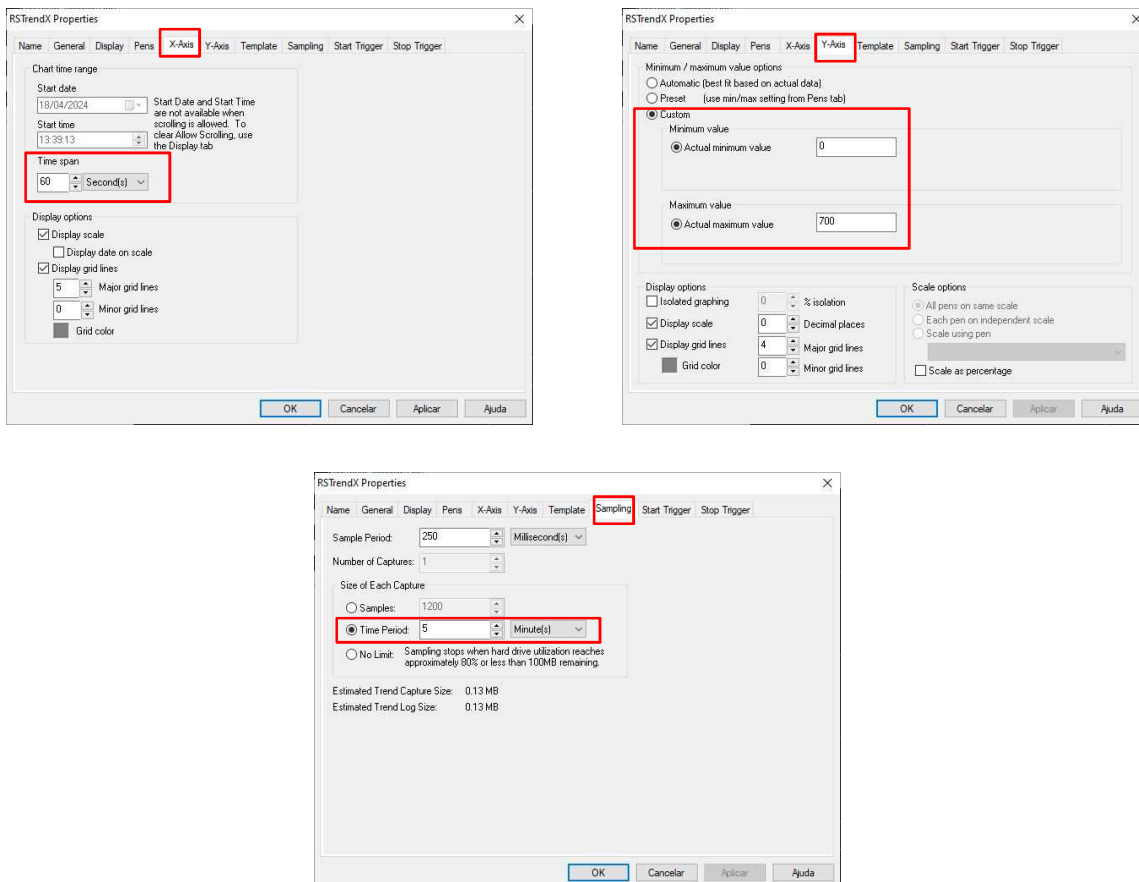

Figura 9. Abas da janela de configuração de um gráfico de tendência (*trend*) no RSLogix 5000.
3.5. Na aba *X-Axis* defina o *time span* para 60 segundos; na aba *Y-Axis* selecione *Custom* e defina os valores mínimo e máximo como 0 e 700 respectivamente; e na aba *Sampling* coloque 5 minutos para *Time Period* (figura 9).